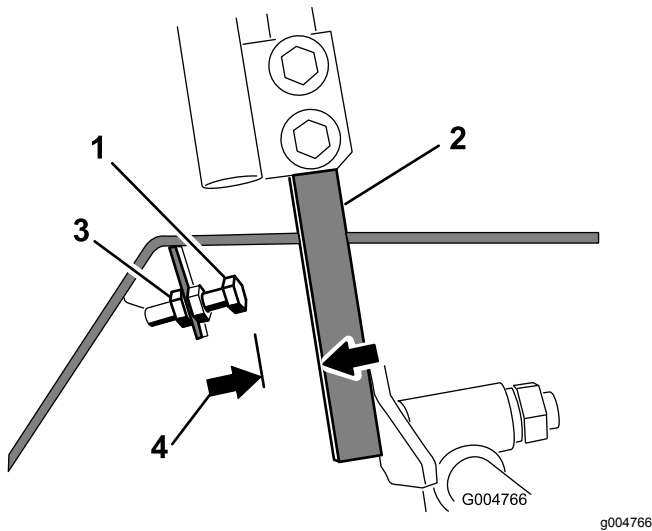

図 54
4. コントロールレバーのストップボルトについているジャムナットをゆるめる 図 54。